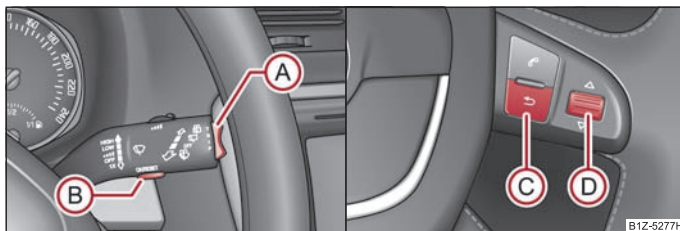

Abb. 20 Informationsdisplay: Bedienelemente am Scheibenwischerhebel / Bedienelemente am Multifunktionslenkrad
- Das **Main menu (Hauptmenü)** aktivieren Sie durch Drücken der Wipptaste **(A)** ⇒ Abb. 20 länger als 1 Sekunde.
- Das **Main menu (Hauptmenü)** aktivieren Sie durch Drücken der Wipptaste **(C)** ⇒ Abb. 20 länger als 1 Sekunde.